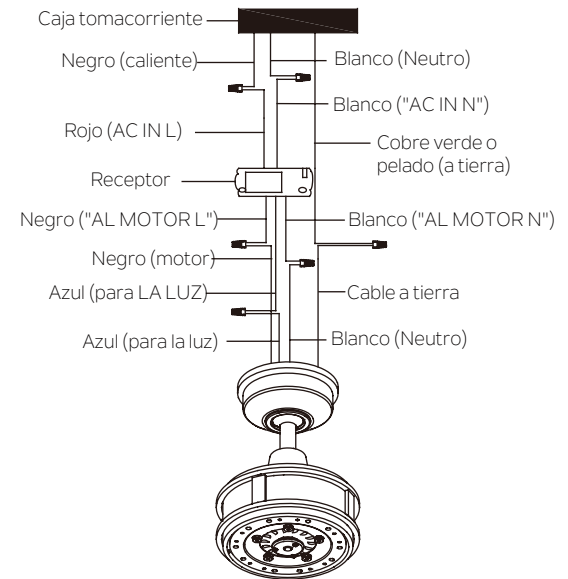

Fig. 16
Asegure todas las conexiones de cables con los conectores de cable de plástico provistos. (Fig.16)
Paso 3. Conectar los cables a TIERRA (VERDE) de la bola de suspensión y el soporte de montaje, a la TIERRA (VERDE o COBRE PELADO) de la casa. Asegure la conexión del cable con los conectores de plástico provistos. Luego de conectar los cables, sepárelos para que los cables verde y blanco estén a un lado de la caja de tomacorrientes y los cables negro y azul al otro lado. (Fig.16)